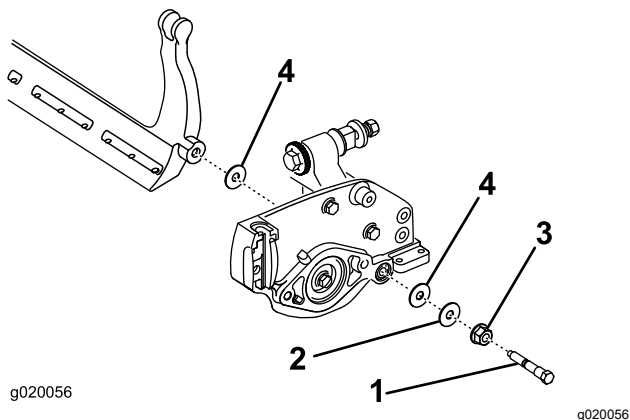

Figura 19
Guarde as duas anilhas de nylon e a anilha de aço de cada uma das extremidades da barra de apoio (Figura 19).
3. Coloque uma anilha de nylon de cada lado da placa lateral. Coloque uma anilha de aço no exterior de cada uma das arruelas de nylon (Figura 19).